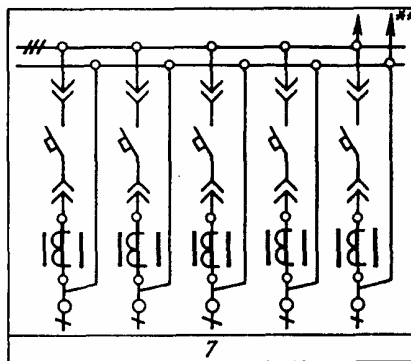

рис. 7.1. Схема заполнения ячейки КТП.
- силовые (принципиальные) схемы (однофазного рис.2.1. и трехфазного исполнения рис. 7.1);